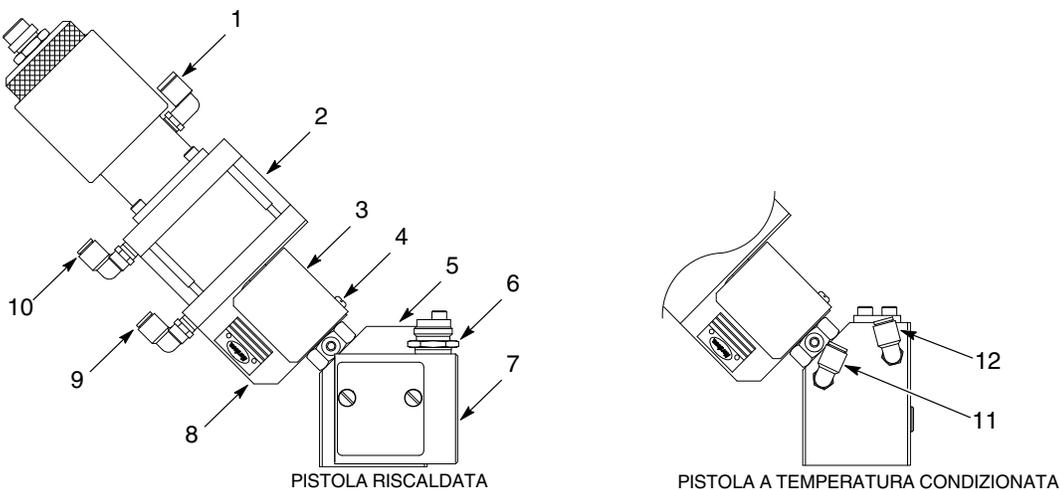
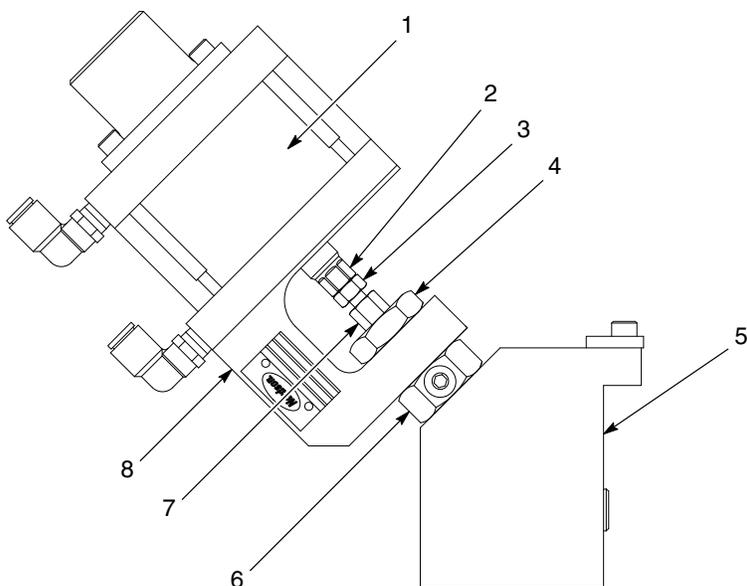
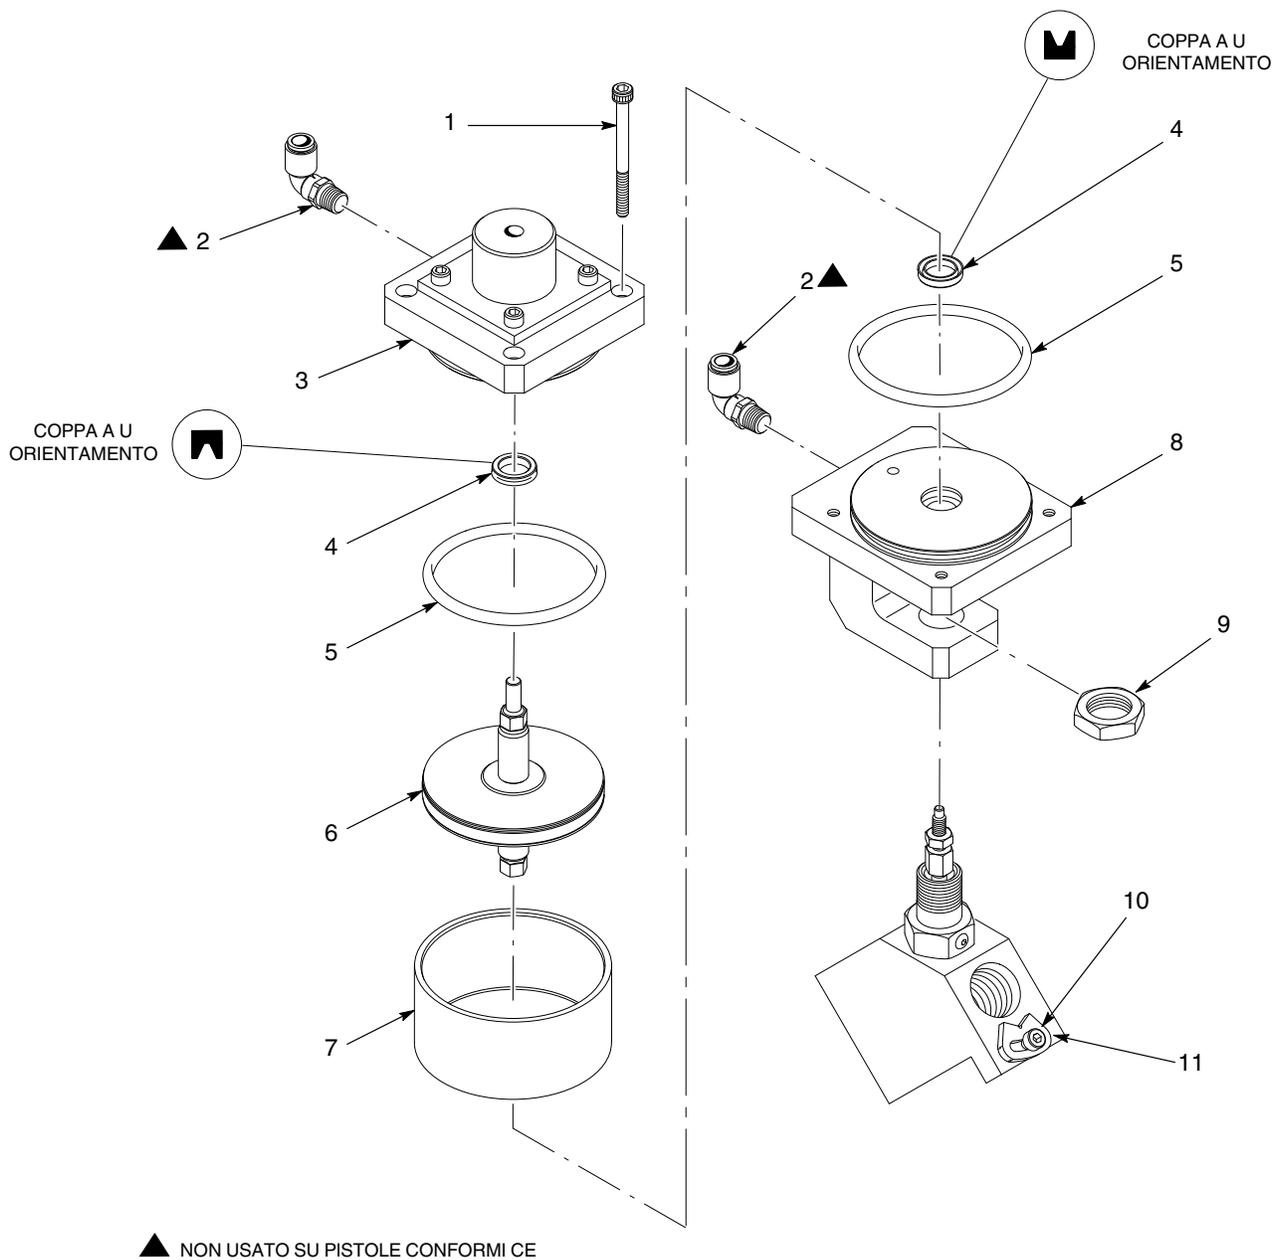

Figura 8 Smontaggio della pistola CE20 dal dispositivo di montaggio (tipico)
Figura 9 Sostituzione della copertura (tipica)
Figura 10 Sostituzione del pistone del cilindro pneumatico
2. Vedi figura 8. Scollegare il tubo di alimentazione del materiale dal foro di entrata del materiale (5).
3. Scollegare i condotti dell'aria dal raccordo del foro aria pistola aperta (9) e dal raccordo del foro aria pistola chiusa (10) sul cilindro pneumatico (2).
4. Scollegare il condotto dell'aria dal raccordo di chiusura a molla (1), se quest'ultimo viene usato.
5. Per pistole con un modulo riscaldatore (7), scollegare il cavo del riscaldatore dal collegamento del riscaldatore (6).
6. Per applicazioni con condizionamento della temperatura, scollegare i tubi del refrigerante dai fori di entrata (11) e di uscita (12) del condizionamento temperatura.
2. Vedi figura 8. Togliere le viti (4) dalla forcella (8). Togliere la protezione (3).
3. Vedi figura 9. Tenere il dado esagonale dell'albero pneumatico (2) con una chiave da 10 mm e svitare il controdado (3) con una seconda chiave da 10 mm.
4. Usando una chiave a forchetta da 1 in. svitare il dado di tenuta (4) che tiene ferma la forcella (8) sul gruppo copertura e corpo e sede (5).
5. Tenere il dado esagonale dell'albero pneumatico con una chiave da 10 mm e applicare una seconda chiave da 10 mm al dado accoppiatore (7). Svitare il dado accoppiatore finché il gruppo cilindro pneumatico si libera da corpo e sede.
7. Tenendo il dado esagonale della copertura (6) con una chiave a forchetta da 1 in. svitare la copertura da corpo e sede.
1. Vedi figura 9. Applicare grasso PTFE sull'o-ring e i filetti della nuova copertura e avvitarela nel corpo e sede (5).
3. Abbassare il cilindro pneumatico (1) con il dado di tenuta (4) tenuto fermo al suo posto verso il corpo e sede, inserendo la forcella (8) sul dado esagonale della copertura (6) e sul gambo.
4. Tenendo fermo al suo posto il dado dell'accoppiatore (7), serrare a mano il dado di tenuta sulla copertura.
5. Usando il dado dell'accoppiatore avvitare il gambo della copertura nell'albero del cilindro pneumatico con il dado esagonale dell'albero pneumatico (2), finché il gambo della copertura esce dal basso. Non serrare troppo usando il dado dell'accoppiatore.
6. Usando una chiave da 10 mm per tenere fermo il dado esagonale dell'albero pneumatico, serrare il controdado (3) nell'albero pneumatico usando una seconda chiave da 10 mm. Serrare il controdado a 9 N•m (80 in.-lb).
9. Vedi figura 8. Al termine delle operazioni di assistenza e riparazione rimettere a posto la protezione (3). Coprire le viti (4) di Loctite 242 e serrare la protezione alla forcella (8).
4. Vedi figura 10. Con una chiave esagonale da 4 mm rimuovere le quattro viti a brugola (1) dalla testa superiore del cilindro (3).
5. Separare la testa superiore del cilindro dalla forcella/testa inferiore del cilindro (8).
6. Rimuovere il manicotto del cilindro (7) e il gruppo pistone/albero (6).
8. Rimuovere le guarnizioni a labbro (4) dalle scanalature nelle teste superiore e inferiore del cilindro.
9. Rimuovere gli o-ring (5) dalla testa del cilindro.
1. Vedi figura 10. Lubrificare le nuove guarnizioni a labbro (4) con Magnalube-G e montarle come illustrato.
2. Lubrificare e montare due nuovi o-ring per la testa del cilindro (5).
3. Lubrificare il diametro interno del manicotto del cilindro (7) e la guarnizione blu esterna del gruppo pistone/albero (6).
5. Montare l'estremità filettata femmina dell'albero del pistone nella testa inferiore del cilindro/forcella (8). Agganciare il manicotto del cilindro sulla forcella.
6. Agganciare la testa superiore del cilindro (3), l'o-ring con il lato in basso, sul manicotto del cilindro.
7. Allineare ad angolo retto la testa superiore del cilindro e le teste inferiori del cilindro, di modo che i raccordi dell'aria (2) siano allineati.
8. Lubrificare i filetti delle quattro viti a brugola (1) e montarle per fissare la testa superiore del cilindro sulla testa inferiore del cilindro. Stringere le viti a 5,2 N•m (46 in.-lb).
10. Vedi figura 8. Al termine delle operazioni di assistenza e riparazione rimettere a posto la protezione (3). Coprire le viti (4) di Loctite 242 e montare la protezione sulla forcella (8). Serrare saldamente la vite.
2. Vedi figura 8. Collegare il tubo di alimentazione del materiale al foro di entrata del materiale (5).